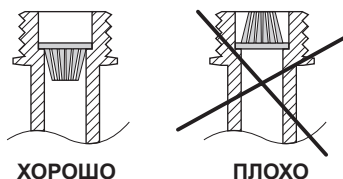

рис. 9
5. Установить фильтр на вход нагревателя дном корзинки вниз (рис.9)